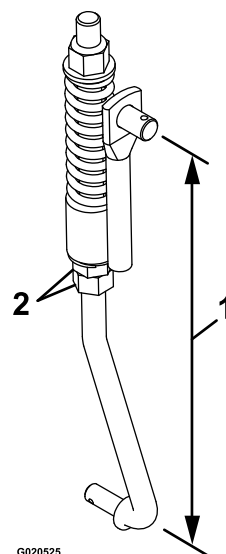

Figura 56
8. Regolate la lunghezza del collegamento con i 2 dadi in basso sul gruppo molla verticale (Figura 56).